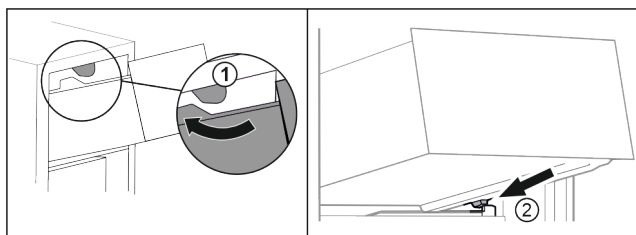

Fig. 77
- Ved'te zásuvku podél horních zarážek. Fig. 77 (1)
- Nasad'te zásuvku šikmo za dolní zarážky na žebrování na nádoby. Fig. 77 (2)